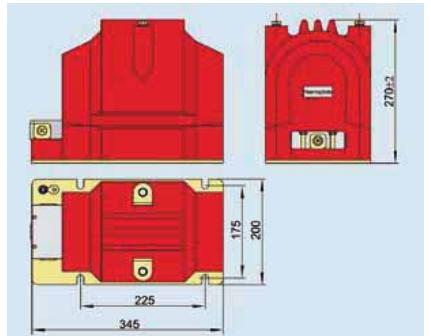

Рис. 6.1 Внешний вид и размеры трансформатора напряжения JDZX11-10AG
6. Внешний вид и размеры (см. рис. 6.1)